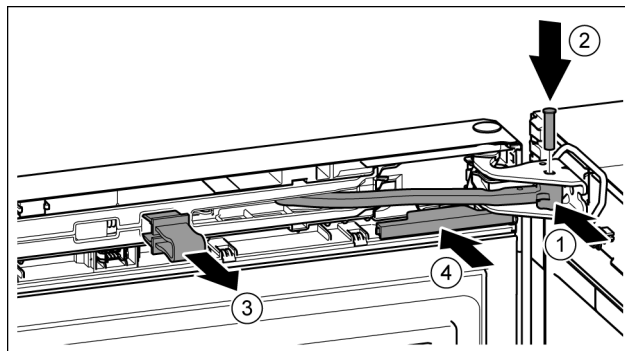

Fig. 42
- ▶ Przegub obrócić w płytce zawiasu. Fig. 42 (1)
- ▶ Sworzeń umieścić w płytce zawiasu i przegubie. Przy tym zwrócić uwagę, aby krzywka zatrzaskowa została prawidłowo umieszczona w rowku. Fig. 42 (2)
- ▶ Zdjąć zabezpieczenie. Fig. 42 (3)
- ▶ Wsunąć ostonę. Fig. 42 (4)